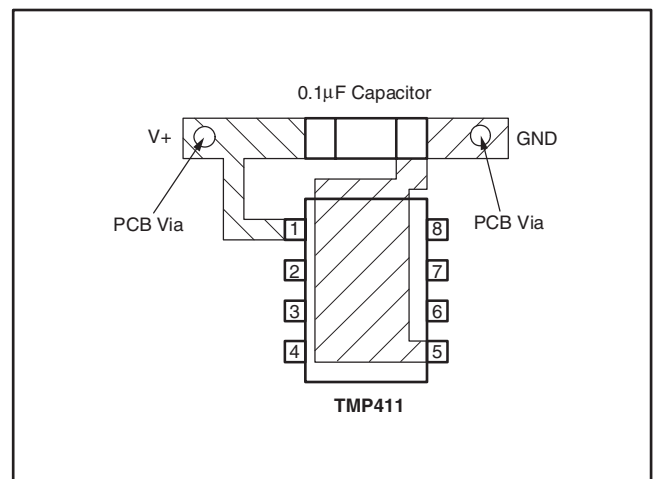

図 20. 推奨バイパス・コンデンサ配置
4. TMP411のV+とGNDの間に直接、0.1μFのローカル・バイパス・コンデンサを使用します(図20を参照)。最適な測定性能を得るために、D+とD-の間のフィルタ容量を1000pF以下に低減します。この容量には、リモート温度センサとTMP411の間のケーブル容量も含まれます。